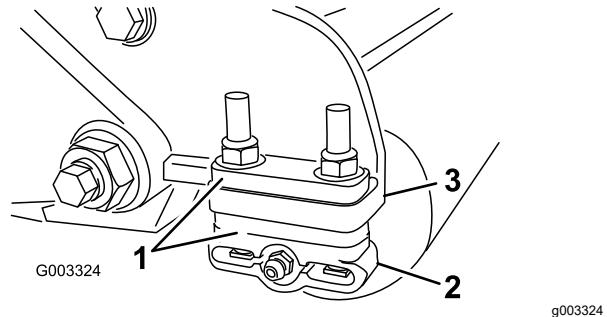

Figura 12
- Ajuste os suportes do rolo traseiro (**Figura 12**) no limite de corte desejado posicionando a quantidade necessária de espaçadores por baixo da flange de montagem da placa lateral (**Figura 12**), de acordo com a secção **Tabelas de altura de corte e de seleção de lâminas** (página 13).